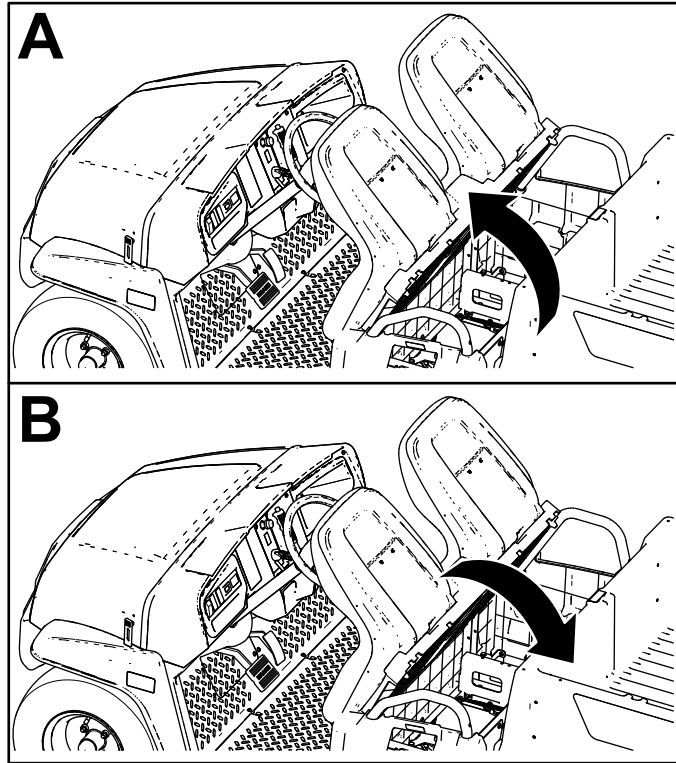

Figure 27
Pour relever l'ensemble sièges, basculez-le vers l'avant jusqu'à ce qu'il repose sur le volant (Figure 27).
Pour abaïsser l'ensemble sièges, basculez-le vers l'arrière jusqu'à ce qu'il retrouve sa position initiale (Figure 27).
1. Poussez l'ensemble sièges en avant, en position relevée (Figure 27).